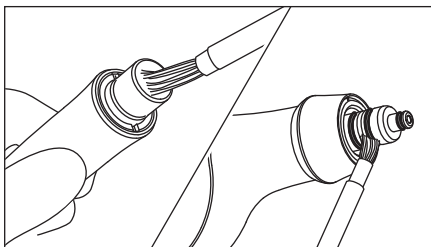

Fig.11
- 1) Limpe cuidadosamente o interior da seção de junta da peça de mão e a seção do O-ring do recipiente de pó com a escova de limpeza. (Fig. 11)